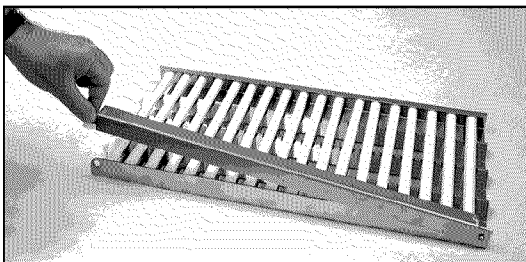

Fig. 40
4. Lock radiant end cap (Fig. 40).